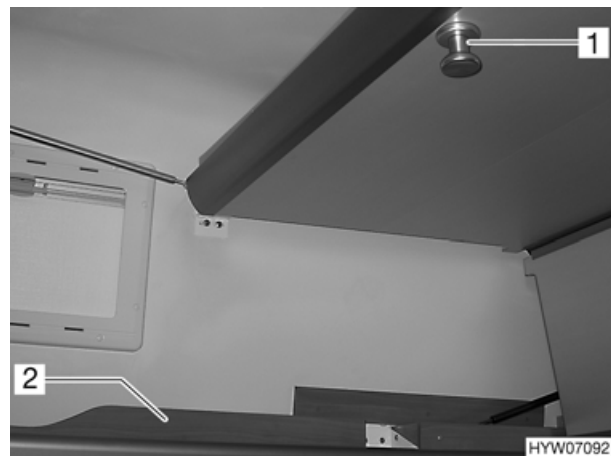

Fig. 26 Letto sopraelevato
- Girare la maniglia (Fig. 26,1) in senso antiorario.
- Tirare il letto sopraelevato verso il basso mediante la maniglia, finché non si trova adagiato lateralmente sui supporti (Fig. 26,2) a destra e a sinistra.